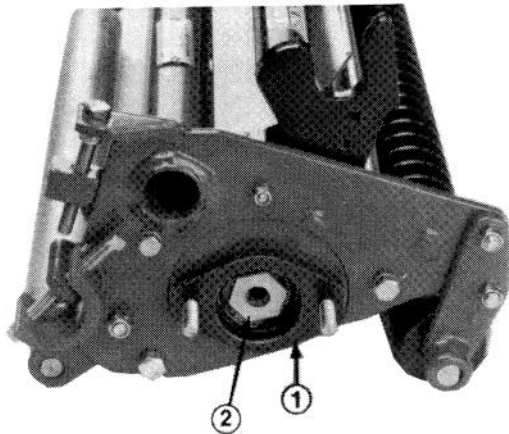

Figure 11
3. Retirez l'écrou de grande taille servant au réglage du roulement de l'extrémité de l'axe du tambour servant au contre-équilibrage et l'écrou cannelé spécial (Fig.11) à l'extrémité opposée de l'axe du tambour.